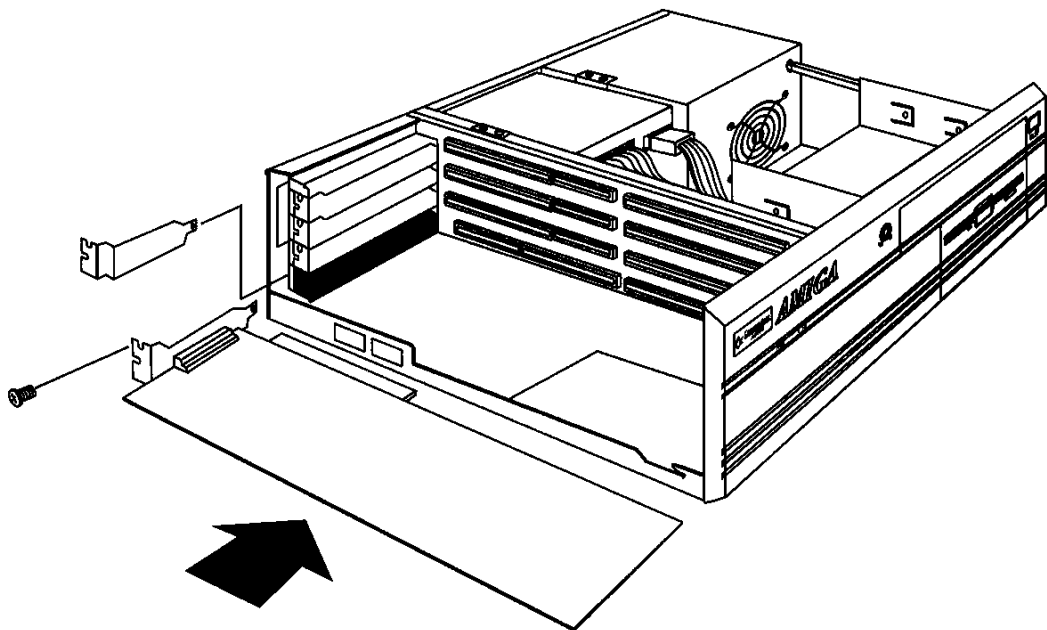

Abbildung 5-2. Entfernen der Abdeckblende und Einschoben der Erweiterungskarte
5. Schieben Sie die Erweiterungskarte in den Steckplatz (siehe Abbildung 5-2). Achten Sie dabei darauf, daß die Vorderkante der Karte in der richtigen Führungsschiene liegt und die Kartenstecker richtig ausgerichtet sind. Drücken Sie die Karte kräftig, aber nicht mit Gewalt, so in den Steckplatz, daß die Kartenstecker vollständig in den Steckplatz eingeführt sind.